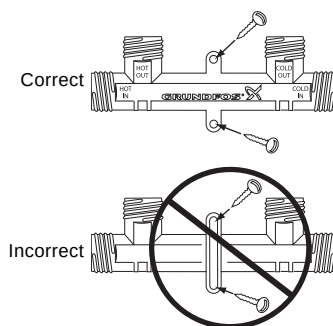

Fig. 6 Installation correcte de la soupape de dérivation
8. Si nécessaire, la soupape de dérivation peut être montée sur un mur avec les vis de montage fournies ; support de montage à deux trous, à niveau avec le mur. Voir fig. 6.